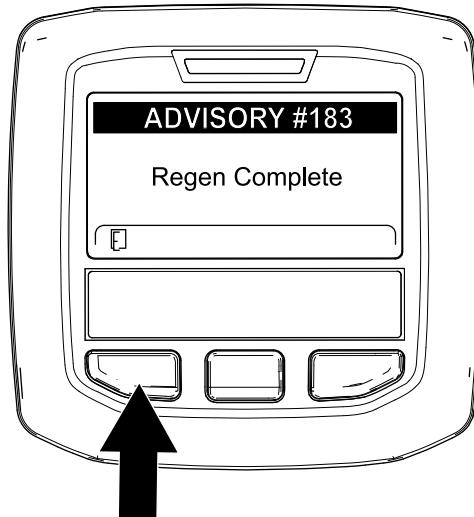

Рисунок 60
9. Когда компьютер двигателя завершает процесс стационарной или восстановительной регенерации, на дисплее инфо-центра появляется ИНФОРМАЦИОННОЕ СООБЩЕНИЕ № 183 (Рисунок 60). Для перехода на главный экран нажмите левую кнопку.
Примечание: Если регенерацию не удалось завершить, на дисплее инфо-центра появляется информационное сообщение № 184 (Рисунок 60). Для перехода на главный экран нажмите левую кнопку.